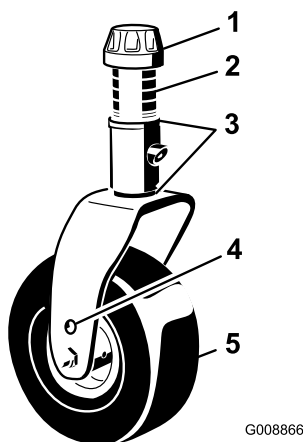

Figura 23
3. Retire el casquillo tensor del eje de la rueda giratoria (Figura 23). y retire el eje del brazo de la rueda giratoria. Coloque dos suplementos (3 mm) en el eje de la rueda giratoria de la misma forma que en la instalación original. Coloque el número necesario de espaciadores de 13 mm en el eje para obtener la altura de corte deseada.
4. Inserte el eje por el brazo de la rueda giratoria delantera. Coloque los suplementos (igual que en la instalación original) y los demás espaciadores en el eje. Coloque el casquillo tensor para fijar el conjunto (Figura 23).